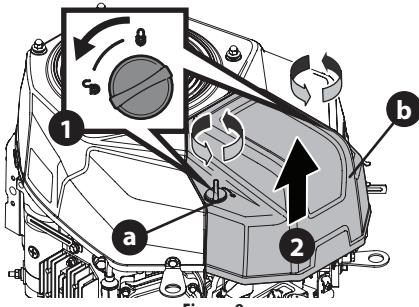

Figura 8
2. Retire la cubierta del depurador de aire (b) (Figura 8).